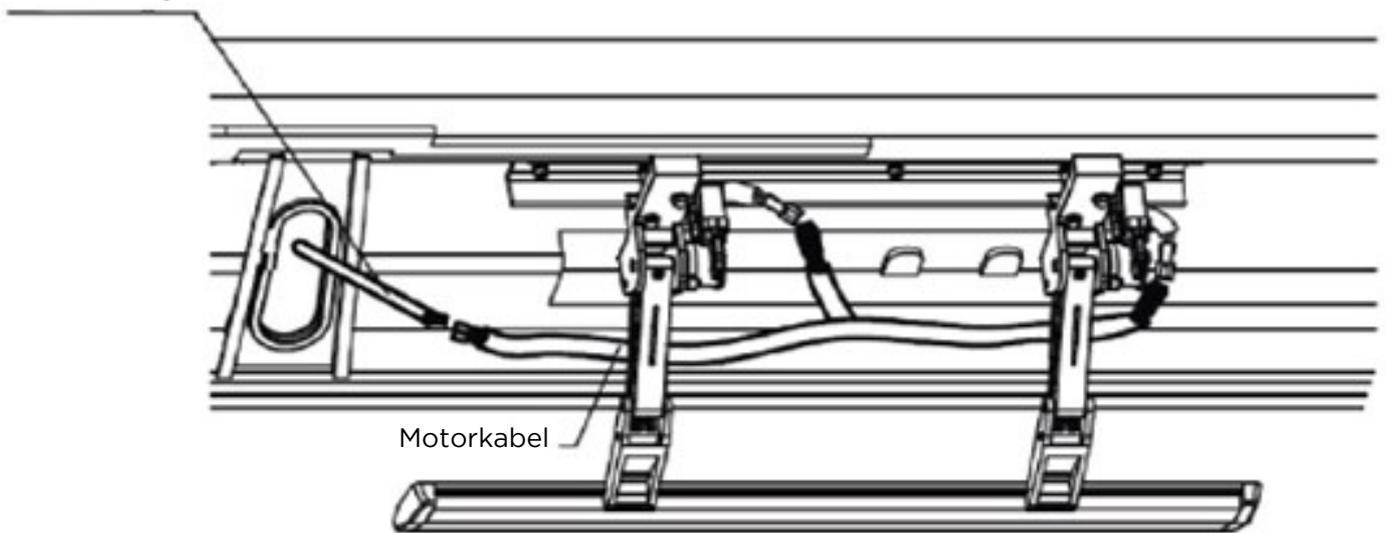

Abbildung 15: Steckverbindung Motorkabel Innen-Außen
Anschließend wird das Kabel an das Steuergerät (T) angeschlossen und kann in dem Batteriefach A platziert werden (siehe Abbildung 15).
Entfernen Sie den Teppich an der Fahrerseite. Verlegen Sie die Kabel wie auf dem oberen Bild (gestrichelte Linien). Die Motorleitung wird im Bereich B nach außen verlegt (siehe Bild 15 & 16).
Das Signalkabel wird weiter zu Position C (siehe Abbildung 15) geführt.